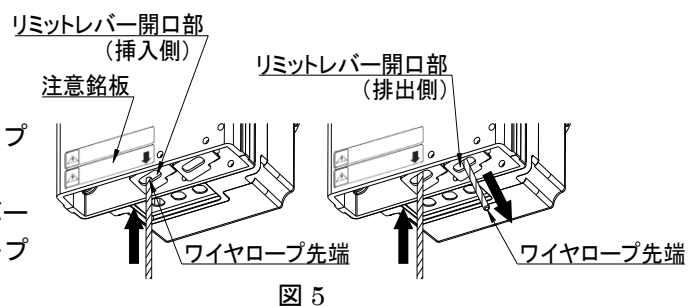

図 5
- 1) 注意銘板の矢印の位置を確認し、本体下部のリミットレバー開口部（挿入側）からワイヤロープを挿入する。(図 5)